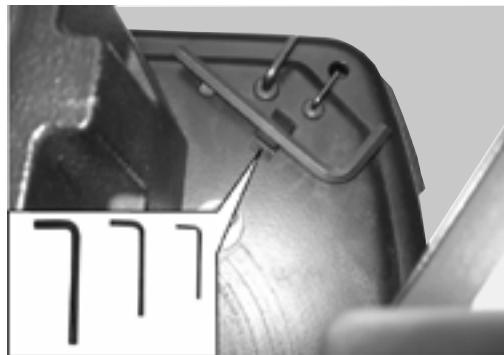
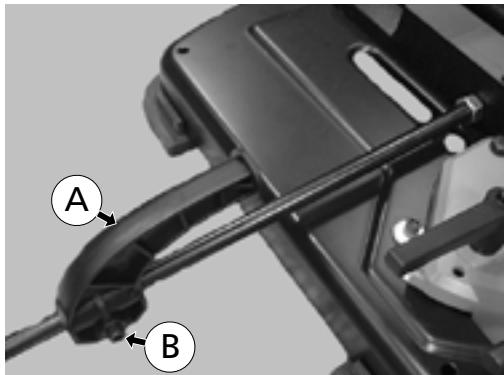

Fig. 26
Fig. 27
Trois clés Allen sont disponibles (fig. 26), ce qui permet de les garder avec la machine, avec lesquelles différents réglages peuvent être effectués sur la scie à ruban.
La barre de butée (A) permet le réglage de la longueur de coupe et assure la répétitivité de cette longueur. Pour déplacer la barre de butée, desserrer la vis à tête hexagonale (B) (fig. 27) à l'aide de la clé Allen correspondante, située au dos du socle de la scie à ruban (fig. 26).
Éléments de la fig. 27